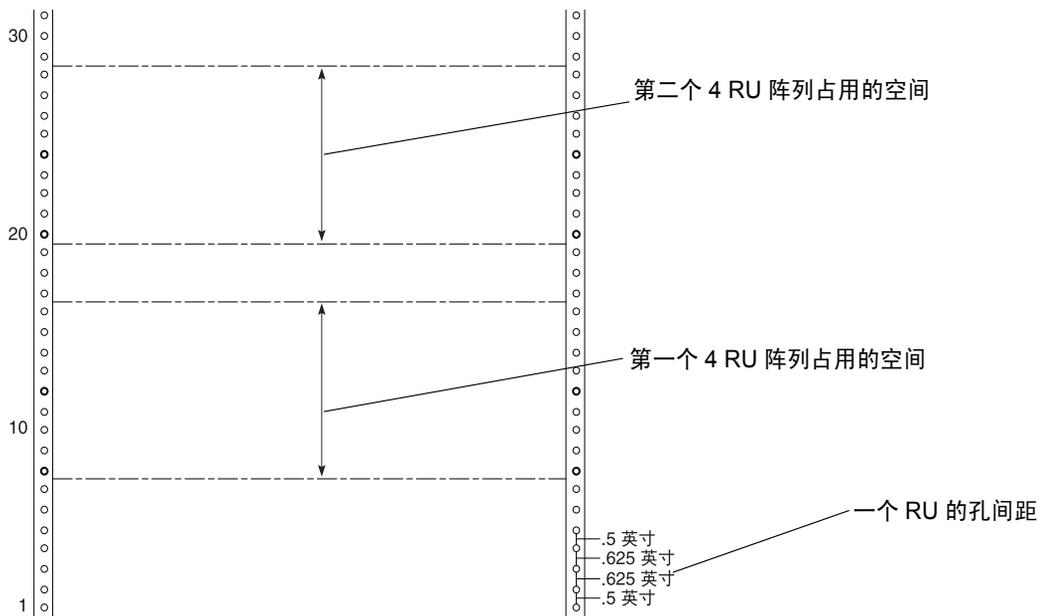

图1 机箱孔和RU，间距和编号
垂直装配空间以机架单位 (RU) 进行定义。Sun StorEdge D2阵列有4 RU单位高。一个RU高1.75英寸 (4.44厘米)，此高度为构成一个RU，即重复式样的装配孔孔间距的总和，即：0.5英寸 (1.27厘米) + 0.625英寸 (1.59厘米) + 0.625英寸 (1.59厘米)。RU的边界位于孔的中央，在0.5英寸 (1.27厘米)处分隔。单个RU的孔间距如图1右下角图示。
孔的编号从1开始，自下向上，并以10为增量在金属上标出（如图1中所示）。位于金属装配机架的正面、背面以及机箱侧面的孔都具有相同的编号。另如图1中所示，阵列从机箱的底部向上安装。
与阵列的安装顺序相对的编号。安装从机箱的底部开始，自下而上进行（如图 1 中所示），1 为第一个阵列，2 为第二个阵列，以此类推。